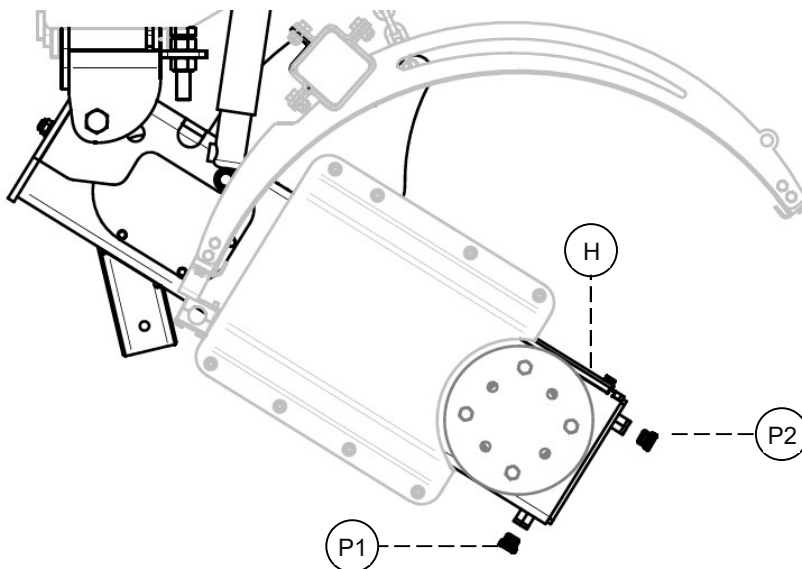

Bild.30
Sopvalsen SVX kedjedrivhus (H) är fyllt med olja för att smörja kedjan. Huset skall fyllas med **Shell Omala S2 GX** eller motsvarande olja. Korrekt mängd är 0.7 L. Oljenivån kontrolleras genom plugg (P2) – se Bild.30.
Steg 3, Bild.30: Öppna plugg (P1) och plugg (P2).
Steg 5, Bild.30: Återmontera plugg (P1).
Steg 6, Bild.30: Fyll upp med olja, 0.7L samt montera tillbaka plugg (P2).